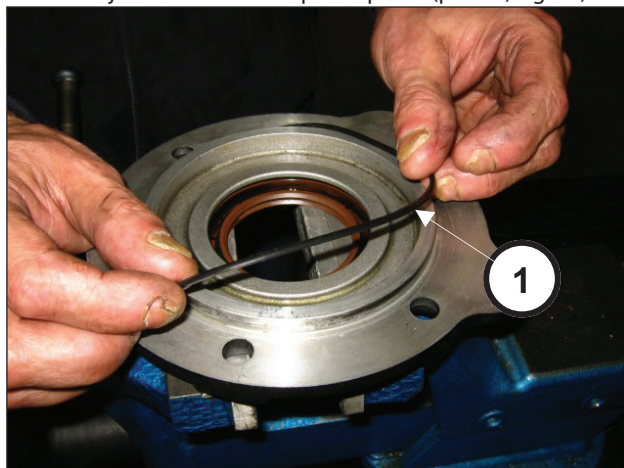

Fig. 85
Colocar la junta tórica en la tapa del piñón (pos. ①, Fig. 85).